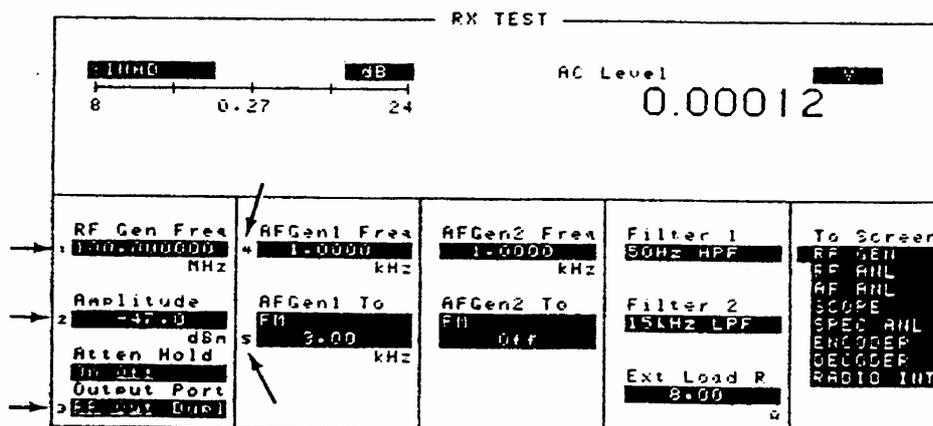

图 2-4 预分配本地用户键举例
1. 按 **[SHIFT]**, **ASSIGN**, **[ENTER]**。数目 1 到 5 出现在各字段前。(见图 2-4)。